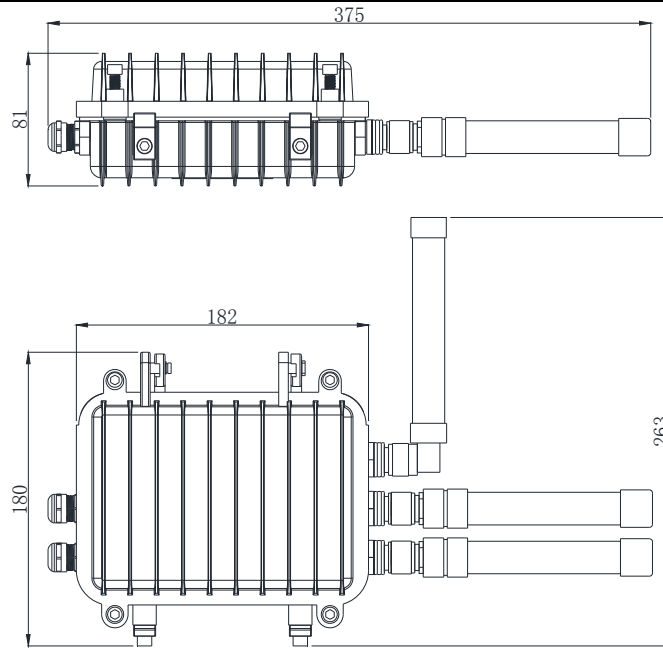

图1 TX3261 外形尺寸及安装尺寸示意图
- 1、网关的外形尺寸及安装尺寸如图 1 所示（单位：mm）。